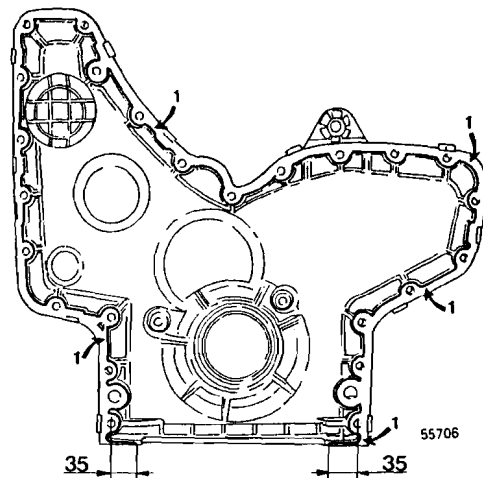

Fig. 188
- 6 Aplicar un cordón uniforme de 2 mm de sellador tipo silicona (ver más arriba) en la tapa de la distribución, véase la fig. 188.
- 12 Montar la tapa de la distribución (fig. 188), el retén delantero del cigüeñal, el cubo del amortiguador de vibraciones y terminar el trabajo según las instrucciones contenidas en las páginas 87 y 88 a partir del punto 30.